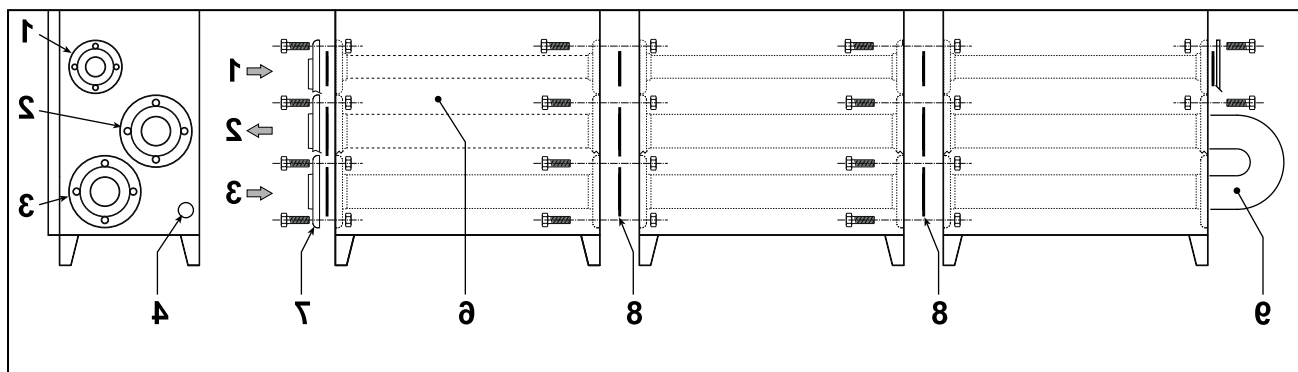

Рис. 18
- На последнем модуле соединить напорный и возвратный контуры (см. рис. 18).